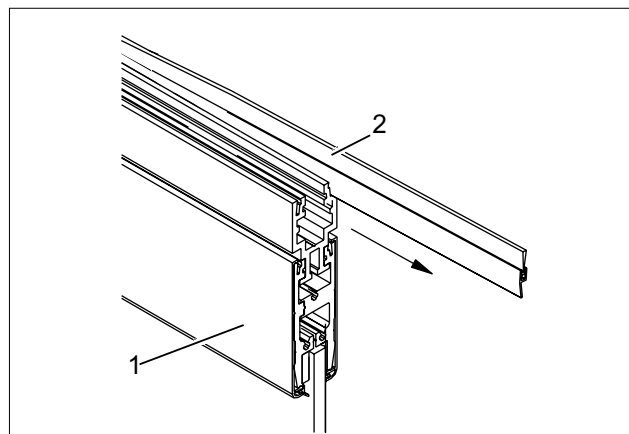

Abb. 34 Bürstendichtung entfernen
3. Bürstendichtung (Abb. 34/2) aus der Türschiene (Abb. 34/1) entfernen.